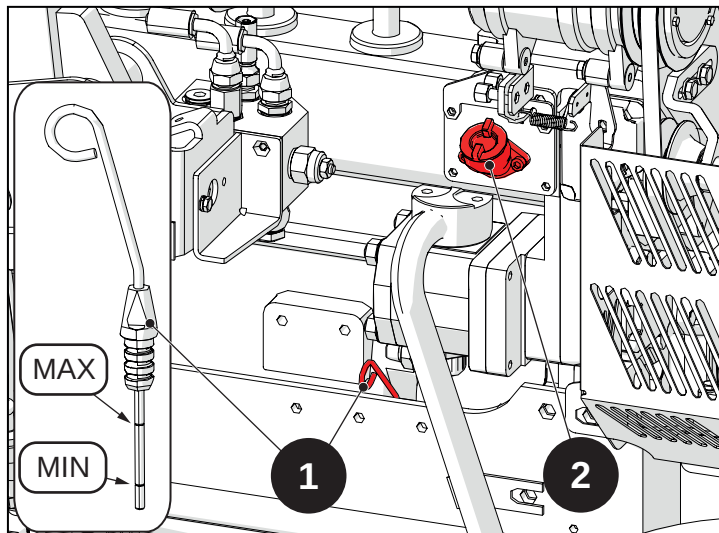

Fig. 6.3
Nu depășiți nivelul MAX de pe joja de nivel de ulei (1) (Fig. 6.3).